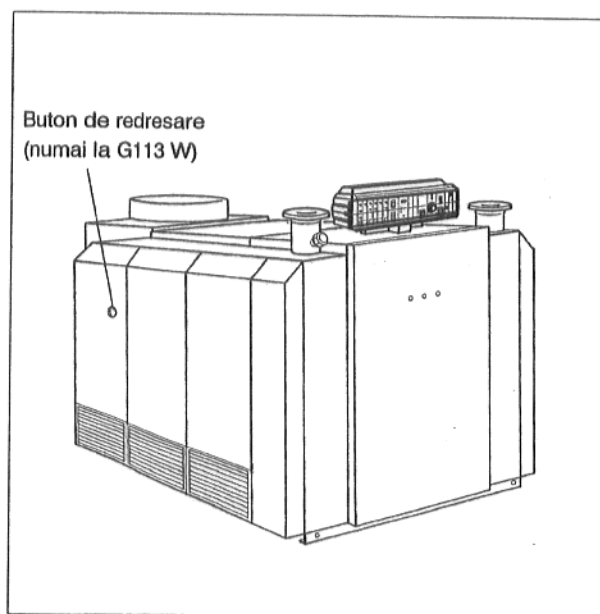

Fig. 3
- Apasă butonul de redresare (Fig. 3).